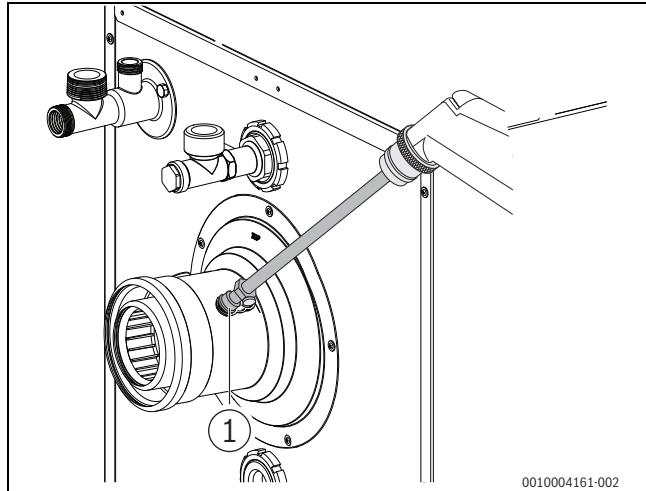

Bild 52 Messwerte aufnehmen
- ▶ Messfühler durch die Messöffnung (→ Bild 52, Seite 30) im Abgasrohr in den Kernstrom halten und CO₂ / O₂-Gehalt kontrollieren.
- Messfühler durch die Messöffnung (→ Bild 52, Seite 30) im Abgasrohr in den Kernstrom halten und CO_2 / O_2 -Gehalt kontrollieren.